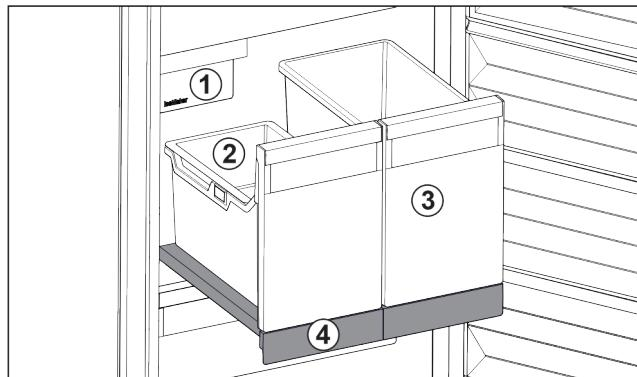

Fig. 99 Выдвижная панель с IceTower
На выдвижной панели находятся два высоких контейнера (IceTower). В контейнере Fig. 99 (2) собираются и хранятся кубики льда из IceMaker. Контейнер Fig. 99 (3) подходит для хранения высоких продуктов, таких, как пицца или алкогольные напитки.